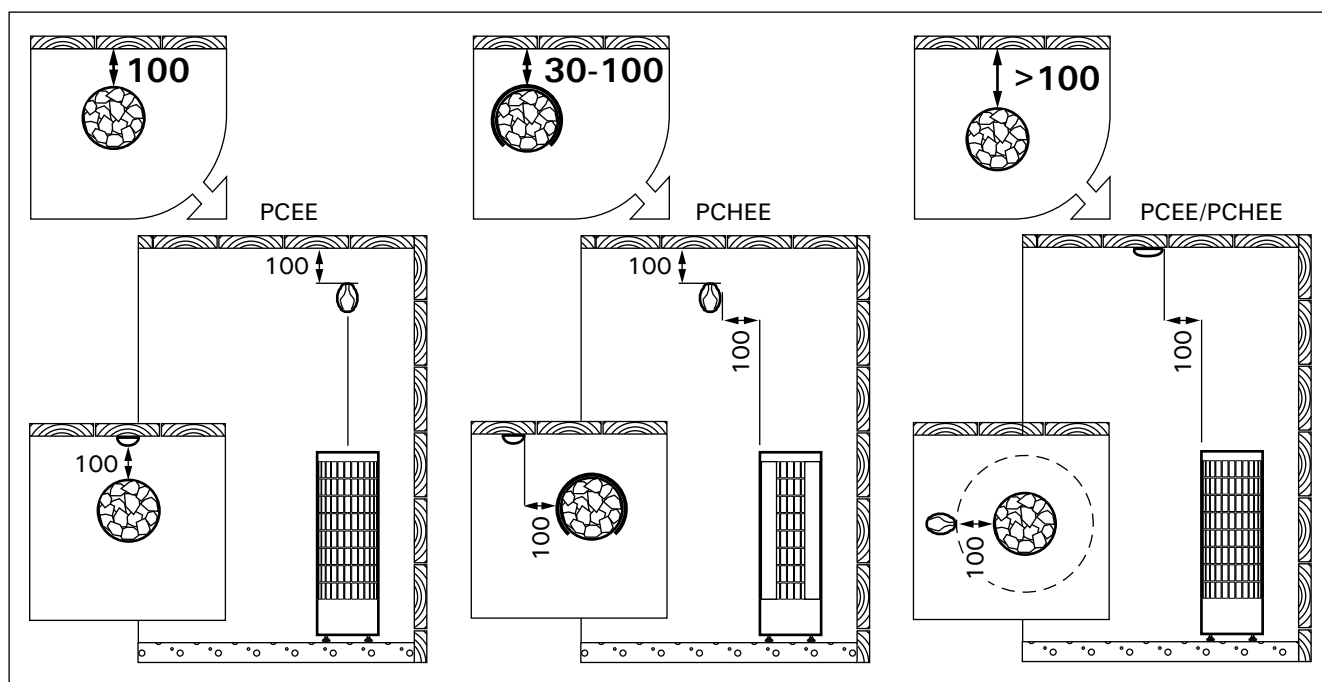

Рисунок 8. Установка датчиков (все размеры приведены в миллиметрах)
Установите датчик на стену сауны, как показано на рис. 8. При установке каменки от стены далее, чем 100 мм, датчик должен быть установлен на потолке.
**Датчик следует устанавливать в место, указанное в данной инструкции (рис. 8). Если не соблюдается минимальное расстояние, следует переместить вентиляцию.**